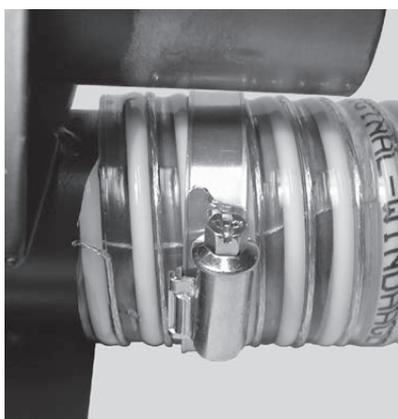

Fig. 13 Fissaggio delle clips
- ▶ Scorrere le clips sul tubo ed inserire nei connettori. Il cavo di terra deve essere ben in contatto con i connettori. Se necessario, tirare giù il rivestimento del tubo Serrare le clips del tubo – Fig. 13.